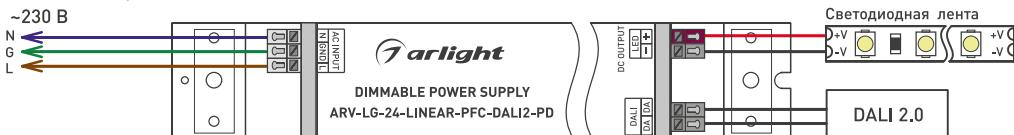

Рис. 1. Подключение источника питания при использовании интерфейса DALI 2.0
- 3.4. Подключите источник питания в соответствии с выбранной схемой управления (рис. 1–4). Странг соблюдайте полярность подключения!